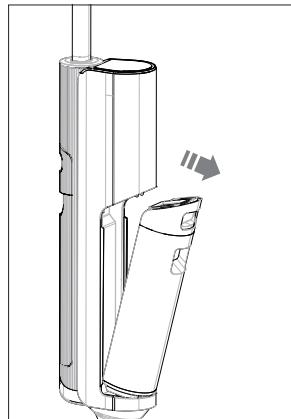

Fig. 11 – Colocación del depósito de agua
- Introduzca el depósito de agua sucia ligeramente inclinado en la ranura de la parte frontal del aparato y presione el depósito de agua sucia hasta que encaje de forma audible y quede firmemente asentado (**véase Fig. 11**).